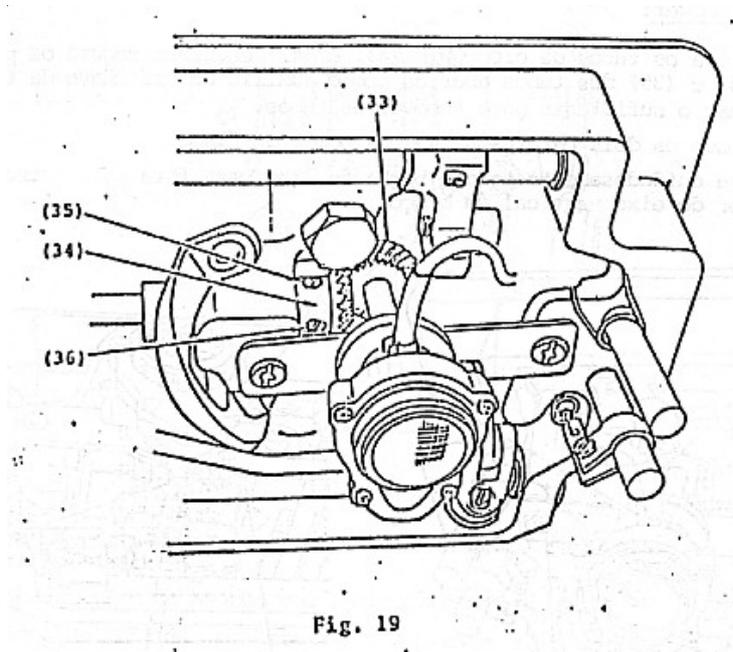

Fig. 19
2. Marque as duas engrenagens helicoidais inferiores (33) e (34), Fig. 19, com giz ou crayon, em um dente de uma engrenagem e no espaço correspondente à esse dente na outra engrenagem. Isso é importante, pois nessas engrenagens podem se separar durante sua remoção de eixo. Essas marcas tomarão possível conseguir a posição de acoplamento original das engrenagens.
3. Afrouxe os dois parafusos (35) e (36) da engrenagem helicoidal do eixo da lançadeira, enquanto segura as duas engrenagens (35) e (36) engrenadas, conforme instruções na Fig. 19, retire o eixo velho da lançadeira e coloque de novo.
4. Recoloque a lançadeira, conforme instruções na Fig.19, retire o eixo velh da lançadeira e coloque de novo.
5. Assegure-se de que o parafuso (35) apoia-se no rebaixo do eixo da lançadeira. Elimine todo o jogo do eixo da lançadeira empurrando a engrenagem (34), Fig 19. Em direção a lançadeira no eixo. Aperte o primeiro parafuso (35), em seguida o segundo (36).
1. Antes de colocar o eixo vertical do braço, certifique-se de que a engrenagem helicoidal (33), Fig. 19 está corretamente presa na extremidade inferior do eixo.